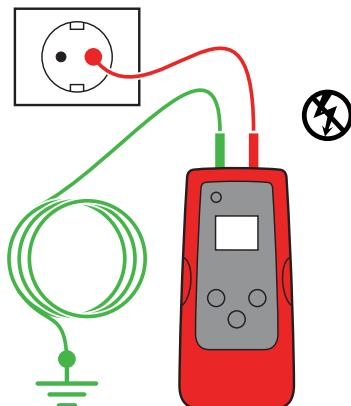

Figura 3.3a
3. Conecte el terminal verde a una conexión a tierra independiente (estructura metálica del edificio, tubería de agua metálica o cable a tierra/tierra de protección (PE) en un circuito independiente).
**ATENCIÓN:** Por razones de seguridad, esto sólo se permite en circuitos desenergizados. (consulte la Figura 3.3a) No utilice un cable a tierra que esté ubicado paralelo al cable que rastrearás, puesto que reducirá o cancelará la señal de rastreo.